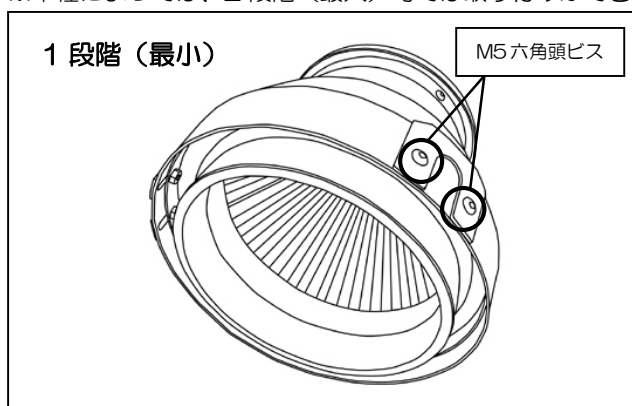

図1
- 1段階（最小）状態（図1）ではアタッチメントに取り付ける際に、バンドがシールドに隠れて取り付けにくい場合があります。その際は、一度すべてのM5六角頭ビス・ロックプレートを外し、シールドを一旦ずらした後にバンドを締め付けてください。シールドを元に戻したあとは必ずビスを締め、シールドが固定されているかを確認してください。